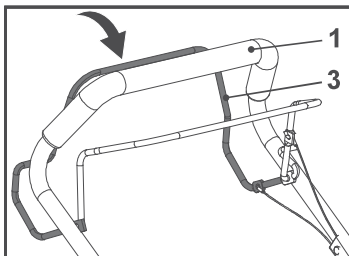

Fig. 13
1. Empurre a alavanca de autopropulsão (3) para a frente e mantenha-a encostada ao guidador superior (1) para engatar as rodas (Fig. 13).
2. Solte a alavanca de autopropulsão (3) para desengatar as rodas.